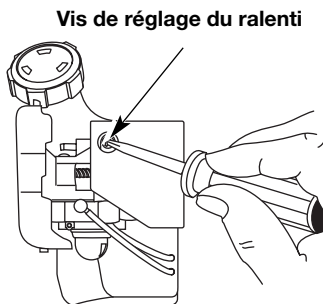

Fig. 29
La vitesse de ralenti du moteur est réglable à l'aide d'une vis de réglage accessible par un trou situé sur le dessus du couvercle du moteur (Fig. 29).
2. Relâchez le levier d'accélérateur et laissez le moteur au ralenti. Si le moteur s'arrête, insérez un petit tournevis à embout cruciforme ou à tête plate dans le trou du couvercle du moteur (Fig. 29). Vissez la vis de réglage du ralenti de 1/8 de tour à la fois (selon le besoin) jusqu'à ce que le moteur tourne au ralenti.